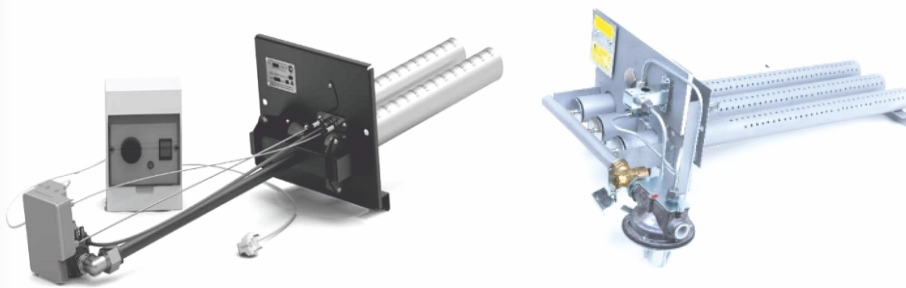

Рис. 2 Внешний вид горелочных устройств
**! Внешний вид горелочного устройства может отличаться от представленного на рис. 2**